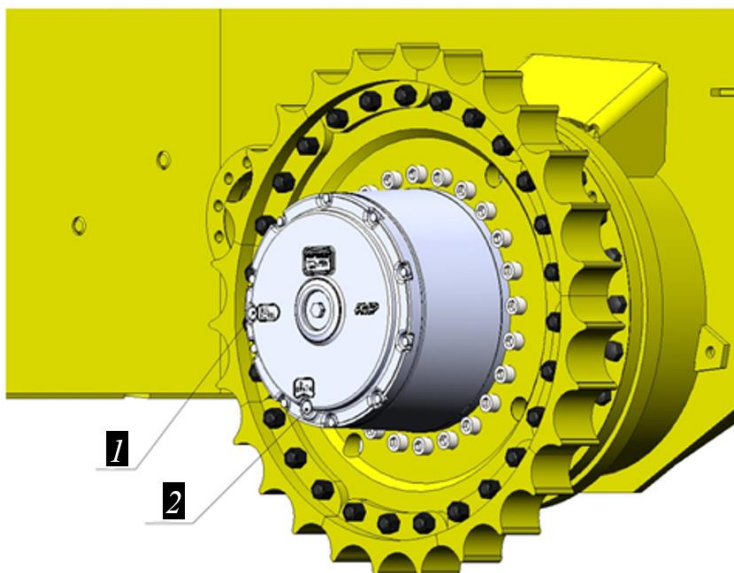

Рисунок 3.120. Процедура замены масла в бортовом редукторе
- ▶ Очистить поверхность редуктора в местах расположения пробок для слива и заправки масла от загрязнений (для исключения попадания грязи во внутреннюю полость редуктора) см. поз. 1 и 2, рис. 3.120.
- ▶ Отвернуть пробку для слива масла 2, рис. 3.120.
- ▶ Выкрутить наливную пробку 1, рис. 3.120.
- ▶ Замыть (зачистить) следы подтеков масла из отверстий 1 и 2, рис. 3.120 легкоиспаряющейся жидкостью или чистой ветошью.